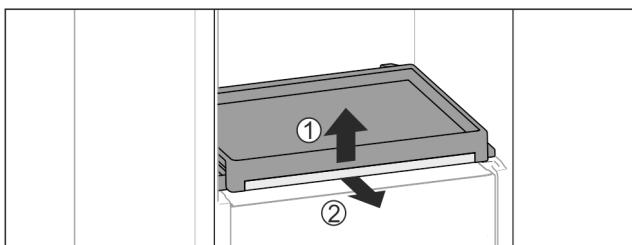

Fig. 77
- Vyberte vyťahovaciu poličku so sklenou doskou: Vpredu zľahka nadvihnite sklenú dosku Fig. 77 (1) a vytiahnite ju smerom dopredu Fig. 77 (2).